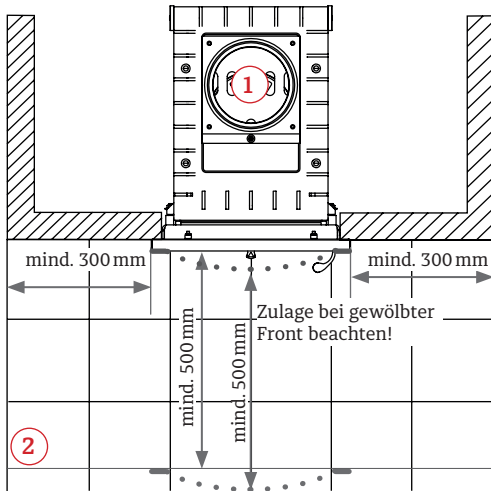

Abb.:6
- Vor der Feuerraumöffnung sind Fußböden aus brennbaren Baustoffen durch einen Belag aus nicht brennbaren Baustoffen zu schützen. Der Belag muss sich nach vorne um mindestens 500 mm und zur Seite um mindestens 300 mm über die Frontplatte hinaus erstrecken (Abb.:6).